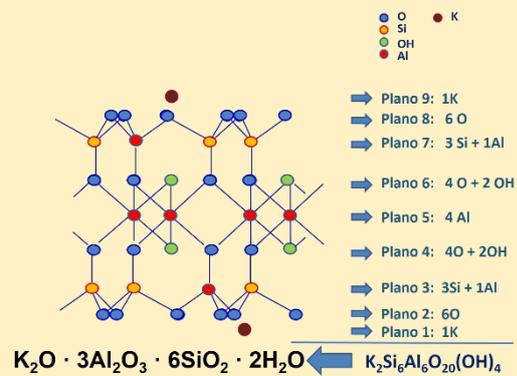

Figura 3. Estructura simplificada de la illita.
2. **Estructura de la illita.** La illita está formada por hojas de tres capas: una capa de tetraedros Si – O, una capa central dioctaédrica, con Al en el centro de los octaedros, y una tercera capa tetraédrica (figura 3). En esta estructura es habitual que se presenten, en mayor o menor grado, sustituciones isomorfas de cationes. Las más comunes son: algunos cationes  $Si^{4+}$  son sustituidos por cationes  $Al^{3+}$ ; algunos  $Al^{3+}$  por  $Fe^{3+}$  o  $Mg^{2+}$ ; algunos  $Mg^{2+}$  por  $Fe^{2+}$  o  $Al^{3+}$ . Cuando la carga del catión introducido es menor que la del catión original, se genera un exceso de carga negativa sobre la superficie de la hoja que ha de ser compensada para que exista electroneutralidad. Esta compensación puede darse por cationes externos situados entre las hojas ( $K^+$  o  $Na^+$ ).